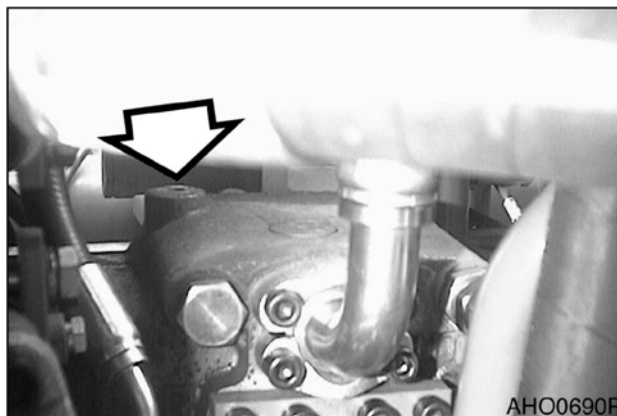

Рис. 99
2. Отрегулируйте картридж предохранительного клапана на усилителе (рис. 99). Картридж должен быть отрегулирован для открытия при 185 ± 5 кг/см².